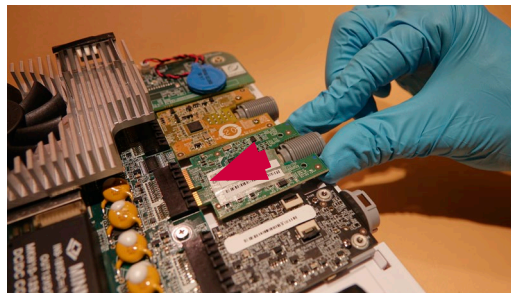

図23 新しいVDIボードの挿入
- d) 新しいVDIボードをメインボードコネクタに挿入します(図23)